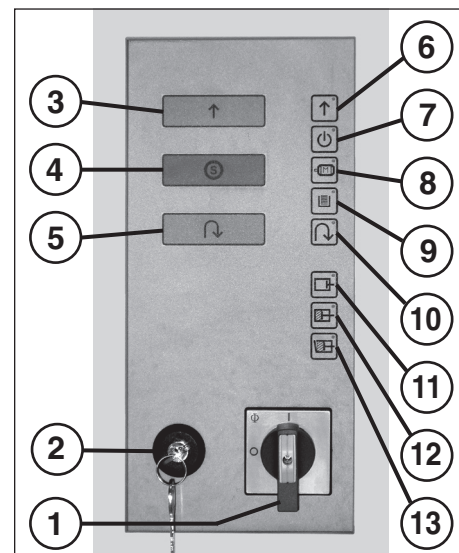

Fig. 6
2. Sbloccare l'interruttore di bloccaggio (2) e azionare il pulsante „Funzionamento in avanti della taglierina“ (3) (fig. 6).
DISTRUTTORE DI DOCUMENTI (fig. 6):
ELEMENTI DI COMANDO (fig. 6, 7 e 8):
(arresto d'emergenza (fig. 6))
2 = Interruttore di bloccaggio (fig. 6)
3 = Pulsante „Funzionamento in avanti taglierina“ (fig. 6)
„Arresto della taglierina“ (fig. 6)
5 = Pulsante „Funzionamento indietro della taglierina“ (fig. 6)
„Funzionamento in avanti della taglierina“ (fig. 6)
„Pronto a funzionare“ (fig. 6)
„Guasto al motore“ (fig. 6)
„Inceppamento all'uscita“ (fig. 6)
10 = Indicatore di controllo „Funzionamento indietro della taglierina“ (fig. 6)
„Punzone dietro“ (fig. 6)